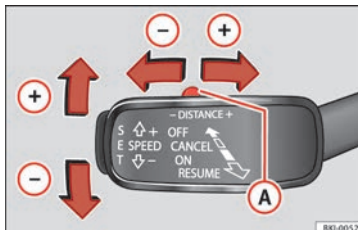

Fig. 212 A sinistra del piantone dello sterzo: terza leva per utilizzare il sistema di regolazione automatica della velocità.
Una volta iniziata la marcia, se si desidera stabilire la velocità attuale come velocità di crociera del veicolo e attivare l'ACC, premere il tasto **SET** »» fig. 212. Se si desidera aumentare o ridurre la velocità in intervalli di 1 km/h (0,6 mph), collocare la leva in posizio-
Per aumentare o ridurre il livello di distanza, premere il tasto doppio verso destra o sinistra »» fig. 212 (A).